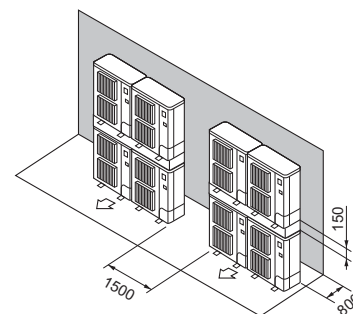

Fig. 3-17
- ⑦ Disposición de unidad apilada (Fig. 3-17)